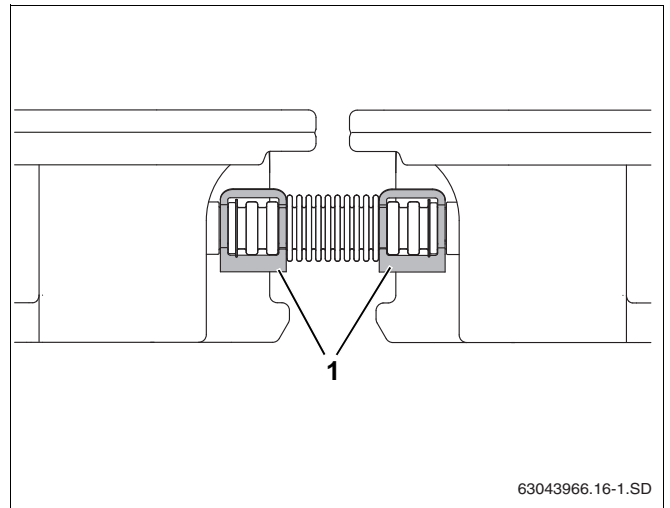

Fig. 47 Forbinder til flexrør sikret med klemmer
- ▶ Alle lukkekapper skal sikres med en klemme og alle forbindere til flexrør med to klemmer (fig. 47, **pos. 1**).